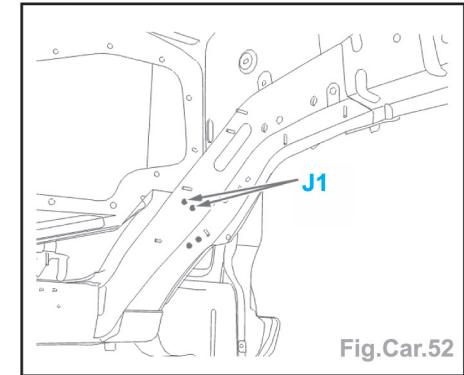

Fig.Car.52
- Souder par points électriques (Fig.Car.52).